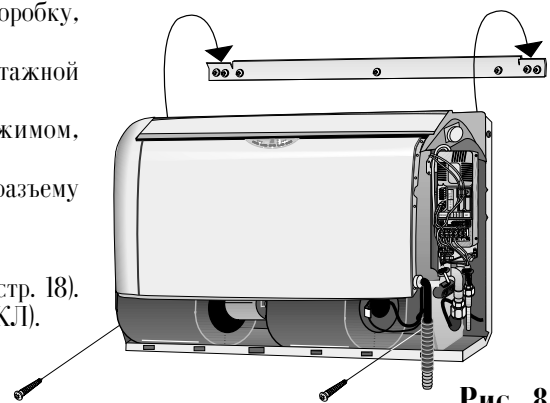

Рис. 8
- Установите внутренний агрегат на его монтажный кронштейн (рис. 8). Вставьте две входящие в комплект контргайки и как следует затяните их.
- Для крепления к стене могут быть использованы также два винта, находящиеся в нижней части внутреннего агрегата (см. рис. 8).